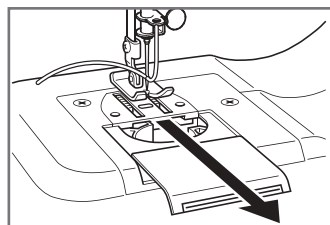

Рис.13
6.7.4 Сдвиньте крышку челночного устройства на себя и извлеките шпульку (Рис.13).